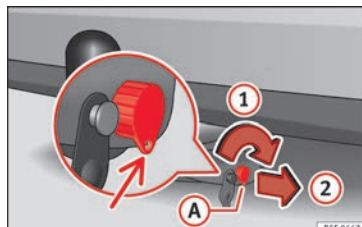
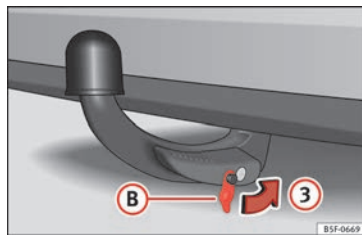

Fig. 183 Verrouiller la serrure
Fig. 184 Placer le cache sur la serrure
- Tournez la clé (A) dans le sens de la flèche (1) jusqu'à ce que la partie trouée de la clé atteigne sa position inférieure »» fig. 183.
- Retirez la clé dans le sens de la flèche (2).
- Placez le cache **(B)** sur la serrure dans le sens de la flèche **(3)** » fig. 184 » ❶.
❶ ATTENTION